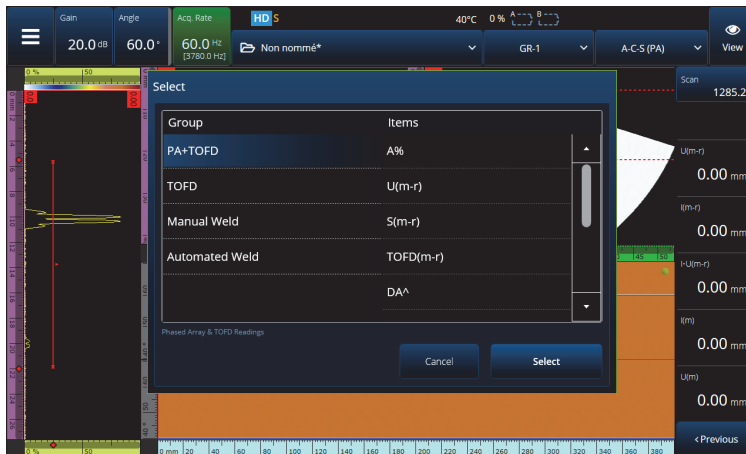

Figura 2-63 Seleccionar la lista de lectura
Las diez lecturas que se muestran en el lado derecho de la pantalla se incluyen en el informe generado y se guardan con un archivo de configuración. Es posible cambiar fácilmente qué parámetros UT se muestran en las lecturas, ya sea de forma individual o en lista. Se proporciona una descripción de cada parámetro en el menú **Seleccionar de las lecturas** cuando están resaltadas (ver Figura 2-63 en la página 122).
- a) Con la opción **Seleccionar lista de lectura**, es posible seleccionar las lecturas a partir de una lista preconfigurada (ver Figura 2-63 en la página 122).